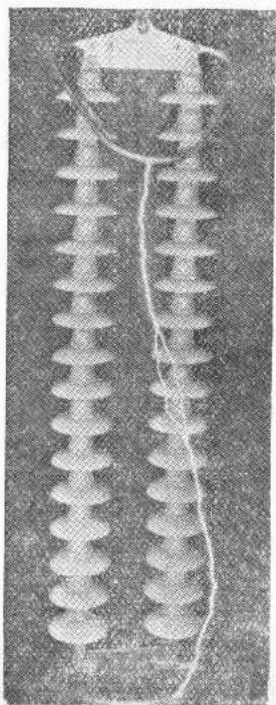
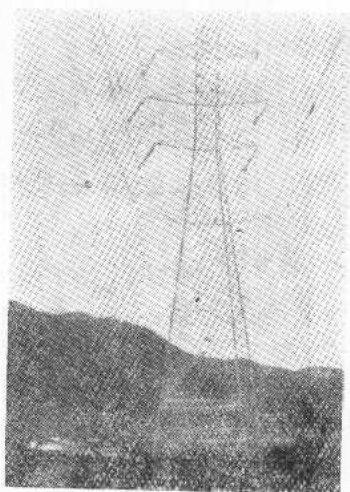

图 1-6
图 1-7
**6. 保护金具** 这种金具用来保护导线、絕緣子等，如保护絕緣子用的均压环（图1-6），滿足安全距离及防止絕緣子串上拔用的重錘（图1-7）及防止导线振动用的防振錘、护线条等。